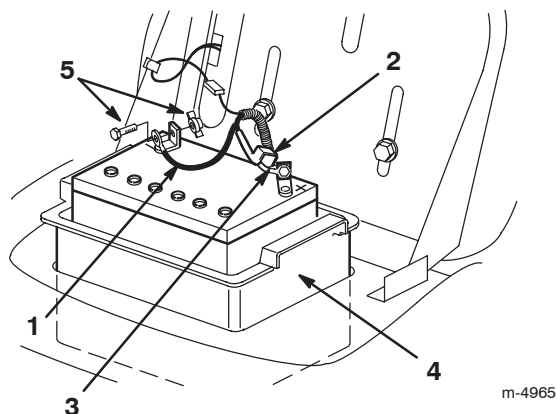

Bild 18
4. Klemmen Sie das Minuskabel (schwarz) vom Batteriepol ab (Bild 18).
5. Schieben Sie die Gummiabdeckung am Pluskabel (rot) nach oben. Klemmen Sie das (rote) Pluskabel vom Batteriepol ab (Bild 18).
6. Entfernen Sie den Batteriekasten und die Batterie aus dem Rahmen (Bild 18).
1. Bauen Sie den Batteriekasten und die Batterie in den Rahmen ein (Bild 18).
2. Schließen Sie das Pluskabel (rot) mit der Schraube und der Flügelmutter am (+) Pluspol an (Bild 18).
4. Schließen Sie das (schwarze) Minuskabel mit der Schraube und der Flügelmutter am (-) Minuspol an (Bild 18).